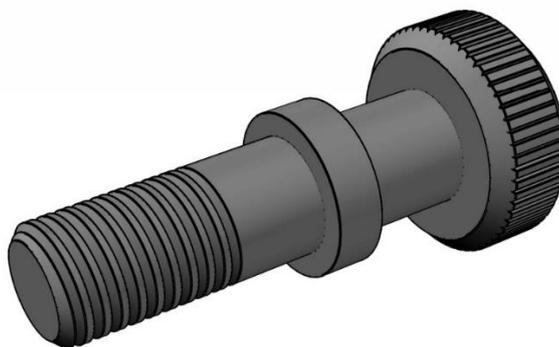
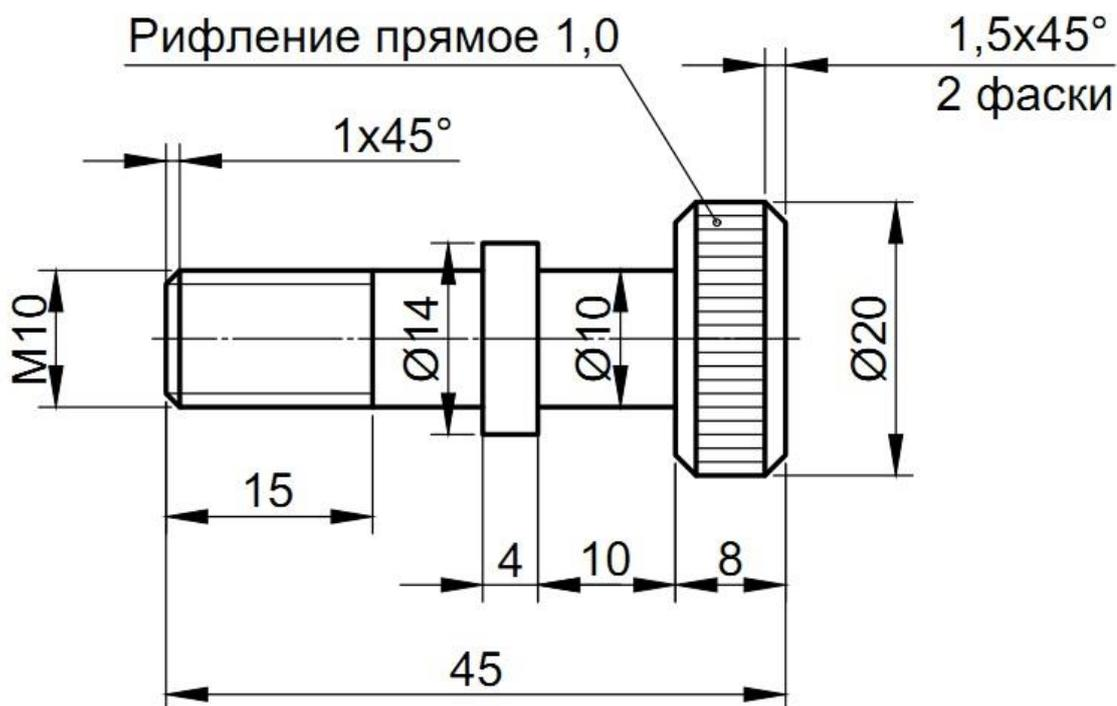

Рис. 1
Рис. 2
1. По данному образцу (Рис. 1) и эскизу (Рис. 2) выточить винт установочный;